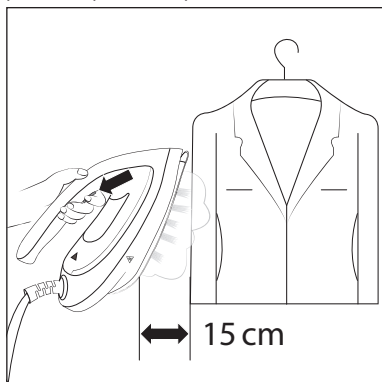

Fig. 6
① Indicación
- 1) Deje que la plancha de vapor ① se caliente hasta que el botón **MAX** ☞ ⑫ o **ECO** ☞ ⑬ se ilumine de forma permanente.
- 2) Retire la plancha de vapor ① de la base de apoyo ⑰ y manténgala en posición vertical a unos 15 centímetros de distancia de la prenda.
- 3) Pulse el botón de chorro de vapor ☞ ② (consulte la fig. 6) y aplique vapor de manera uniforme sobre las superficies de las prendas que desee planchar.